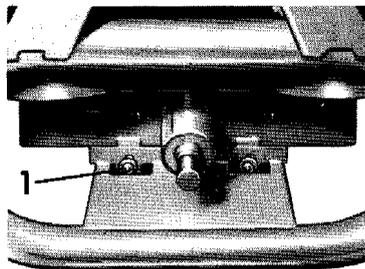
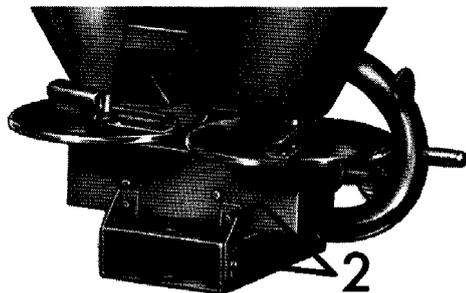

Abb. 12
Abb. 13
- Vordere zwei Getriebebefestigungsschrauben (s. Abb. 12/1) lösen und hintere Getriebehalter (Abb. 13/2) abschrauben. Getriebe abnehmen! Streuscheiben entfernen, wobei „rechts“ und „links“ zu kennzeichnen ist!